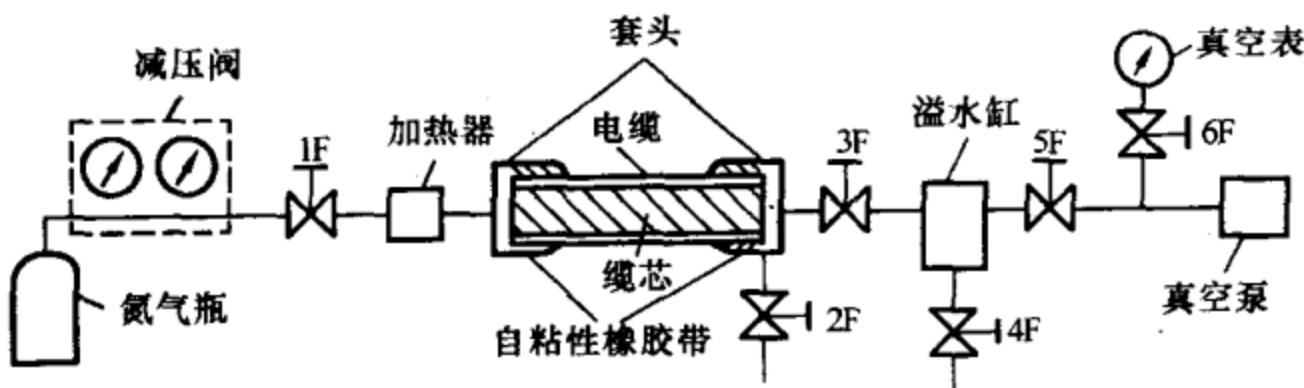

图 3-82 交联聚乙烯电缆的除水充氮干燥过程示意图
(2) 充氮干燥缆芯。当看不到有明显水滴时，并不表明缆芯中已无水分。因为电缆敷设在地下并不是绝对平直的，而是总有高低起伏，水常沉积在低洼处。当水珠得不到压力差或压力差小于其阻力时，水珠就不会定向移动，也就不会被吸出。在这种情况下，乙端接上氮气瓶让氮气充入缆芯，将这部分水逐步移向甲端以达到缆芯内部干燥的目的。工作原理如图 3-82 所示，充氮干燥过程如下：